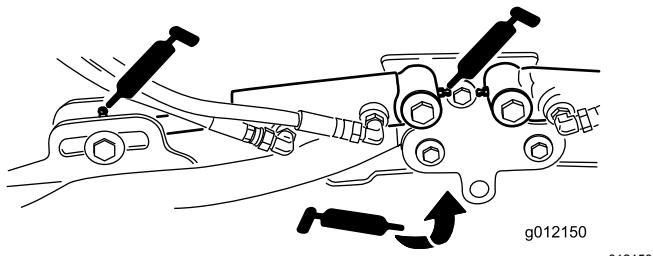

Рисунок 77
- Оси поворота подъемного рычага (по 1 шт.) (Рисунок 77)
- Цилиндры подъемных рычагов режущего блока (по 2 шт.) (Рисунок 77).